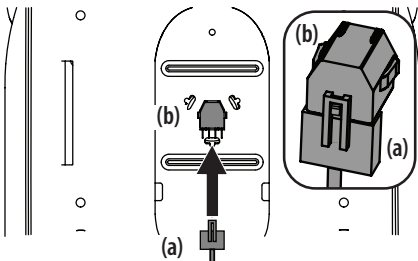

Figura 7
- Si es necesario, conecte el arnés de cables del interruptor del asiento (a) al interruptor del asiento (b). Consulte la Figura 7. Sujete el cable sobrante alejado de los puntos de apriete antes de continuar.